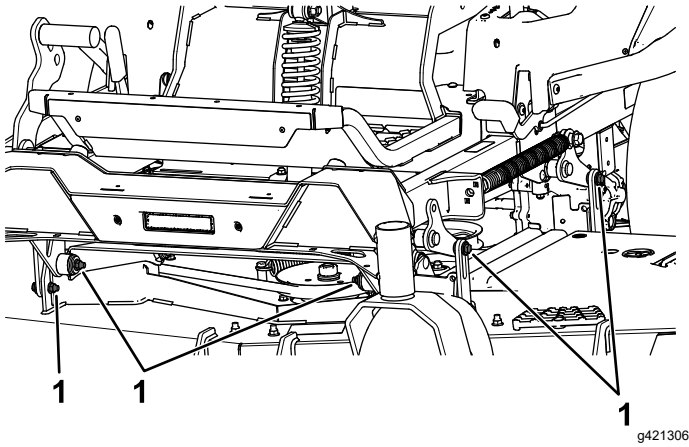

Figure 104
7. Enlevez et conservez les boulons et écrous de chaque côté de la machine (Figure 104).